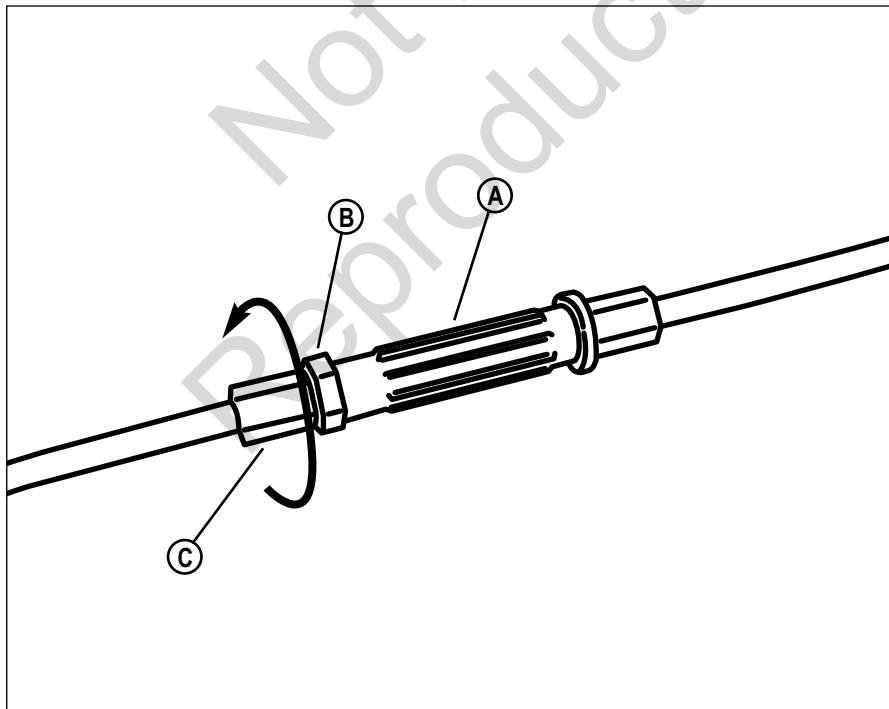

Figure 17 : Réglage du câble de commande
1. Si le système d'entraînement patine, desserrez le contre-écrou (B, Figure 17) sur le tendeur de réglage (A), et tournez la virole (C) d'un demi tour dans le sens indiqué. Testez le système d'entraînement et voyez s'il patine encore.